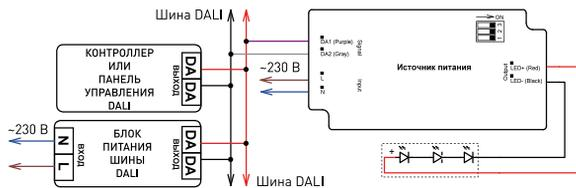

Рис. 2. Пример схемы подключения источника питания с управлением DALI
- Подключите источник питания согласно схеме на рис. 2 или 3.